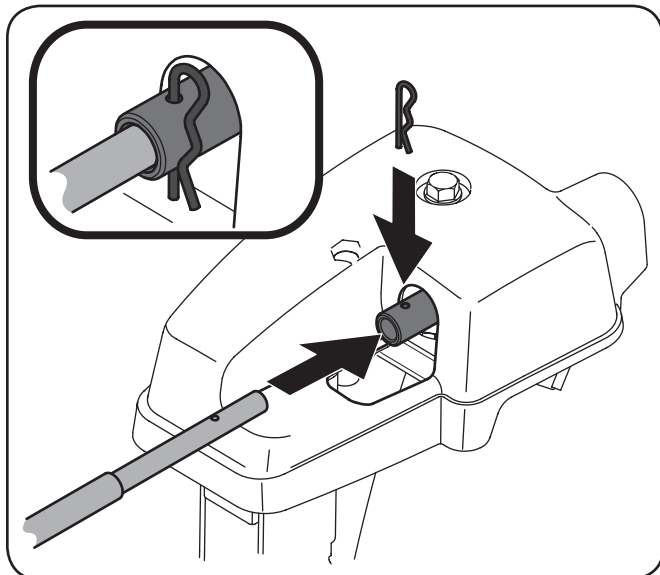

Figure 3-17
5. Insérez l'arbre flexible, retiré antérieurement de la poignée inférieure, à l'arrière de la tête de commande de la goulotte. Fixez l'arbre à la tête de commande de la goulotte avec la goupille fendue retirée antérieurement. Voir Figure 3-17.